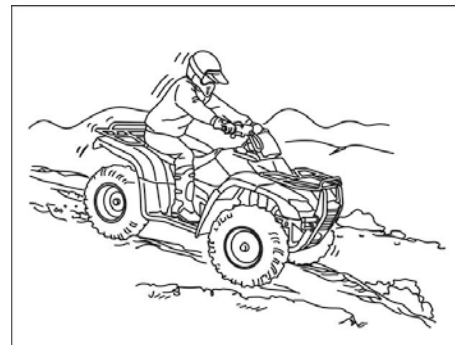

Рисунок 4.8.
6. Перенесите центр тяжести в сторону вершины склона, отклоняясь назад (см. рис. 4.8.).